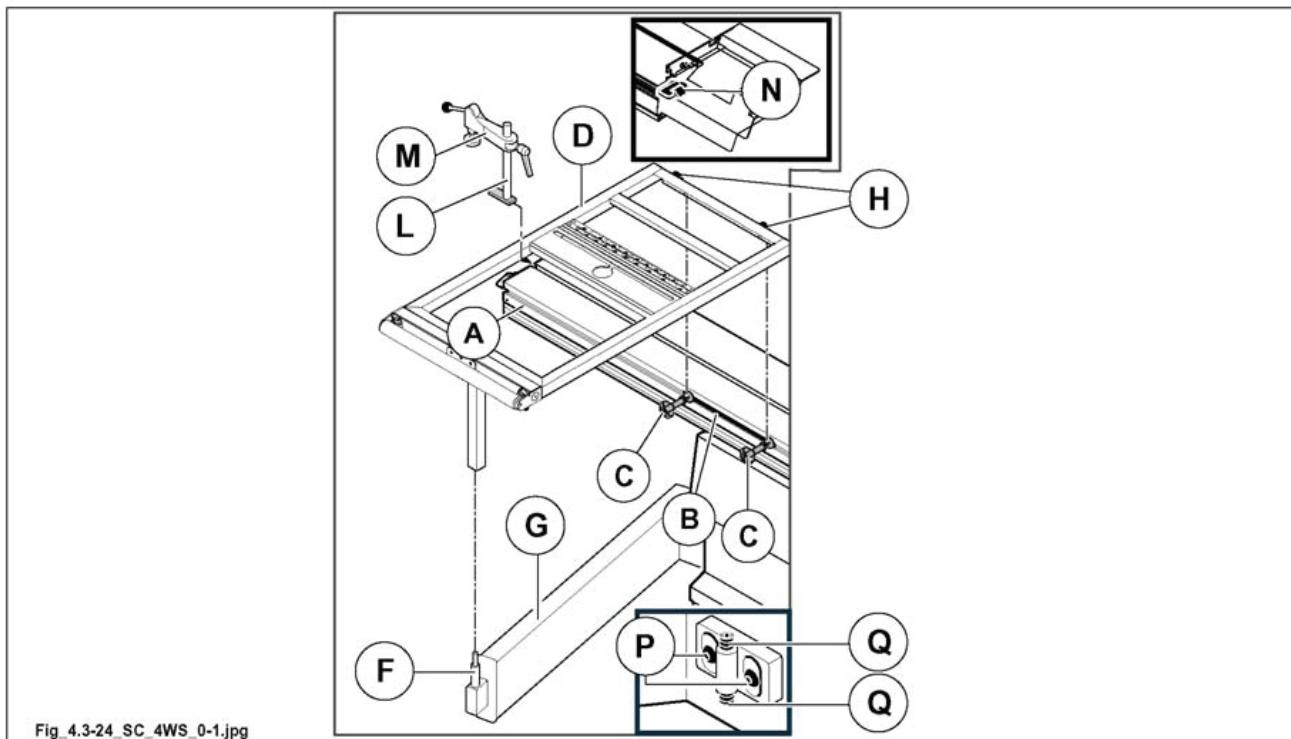

Рис. 4.3-24
- 3) Выровнять стол D (рис. 4.3-24). Если необходимо, регулировать с помощью стержня F (рис. 4.3-24).
- 4) Затянуть ручки С (рис. 4.3-24).
- 5) Вставить стойку L (рис. 4.3-24) с прижимом M (рис. 4.3-24) в паз каретки A (рис. 4.3-24) и повернуть ее по часовой стрелке для блокировки.
- 6) Если каретка A (рис. 4.3-24) не используется, заблокировать ее рычагом N (рис. 4.3-24).
- ослабить ручки С (рис. 4.3.24);
- открутить винты Р (рис. 4.3.24) и отрегулировать положение по высоте с помощью винтов Q (рис. 4.3.24).